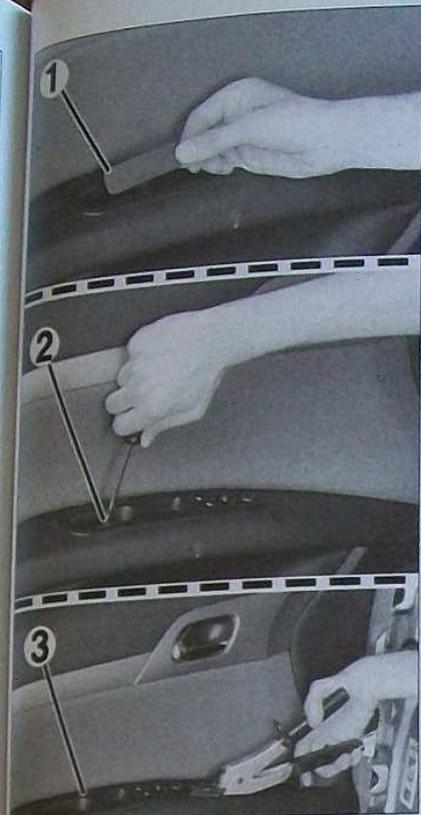

FIG. 21
Dégager le plaquette (1), la vis (2) et dégager le bloc interrupteur (3) (Fig.21).